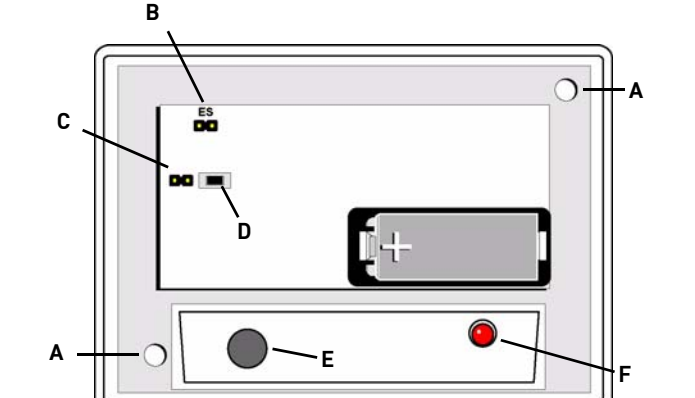

Fig. 1 Componenti del trasmettitore/sensore per il rilevamento della rottura vetri EE1247
- Installare la batteria (Fig. 1).
- Premere il pulsante Reset per reinizializzare il trasmettitore (Fig. 1).